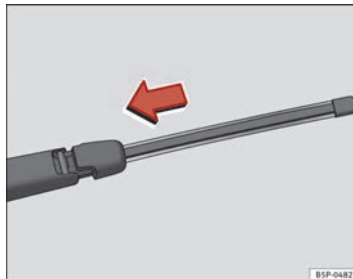

Abb. 131 Heckwischerblatt einsetzen
- Halten Sie das Wischerblatt wie in ⇒ Abb. 131 angezeigt fest und schieben Sie den Adapter so lange, bis er einrastet.